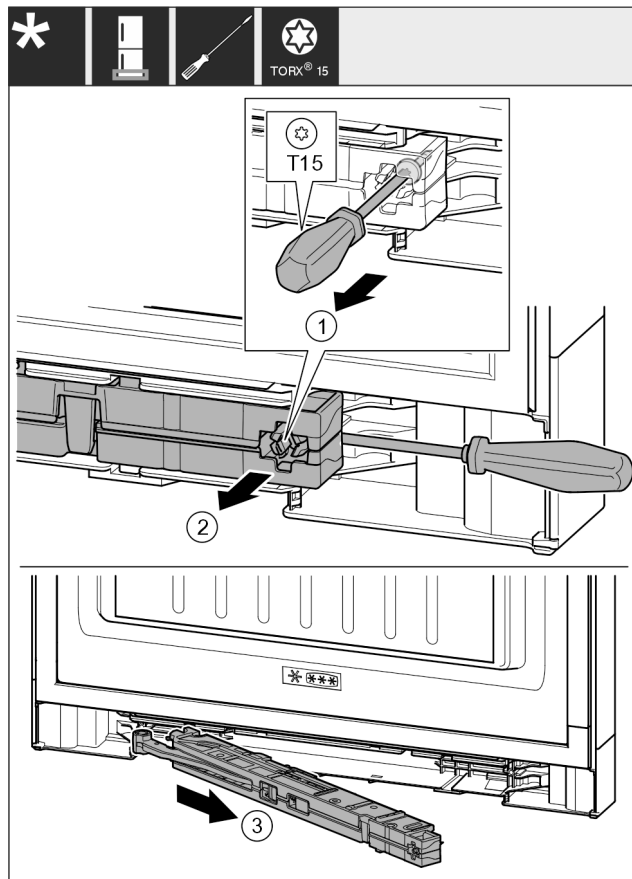

Fig. 17
- Lironi rreth 14 mm vidën në njësine e amortizatorit të mbylljes me një kaçavidë T15. Fig. 17 (1)
- Futni kaçavidë nga prapa njësisë së amortizatorit të mbylljes në anën e dorëzës. Shtyjeni njësine nga përpara. Fig. 17 (2)
- Tërhiqni jashtë njësine. Fig. 17 (3)